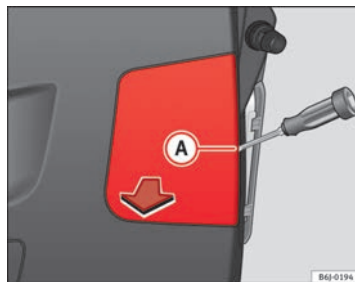

Fig. 171 Feux sur le hayon
- Retirez ce cache à l'aide d'un tournevis à tête plate placé dans la rainure indiquée **(A)** ⇒ fig. 171.